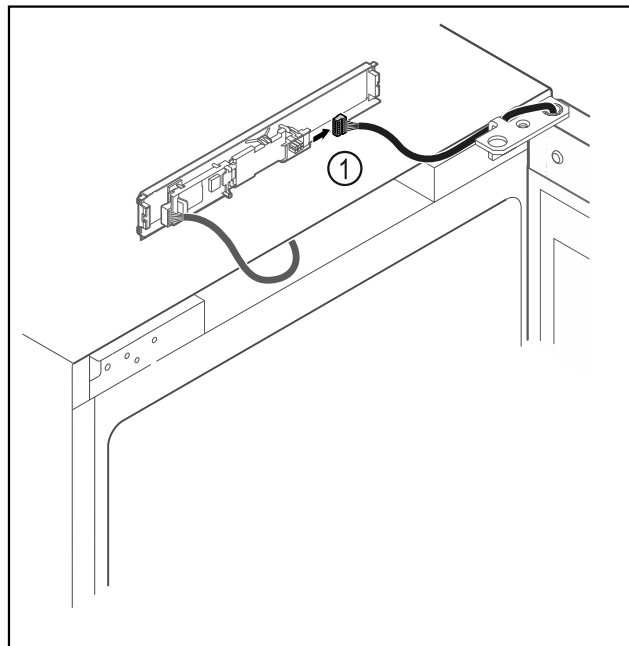

Fig. 13
- ▶ Vytáhněte zástrčku Fig. 13 (1) z desky.